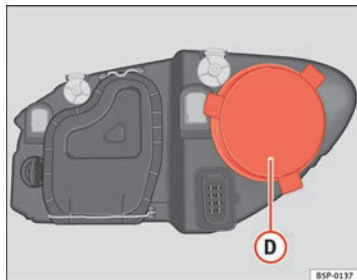

Fig. 169 Feux de position
- Retirez le cache ⇒ fig. 169 **D** en tirant dessus.